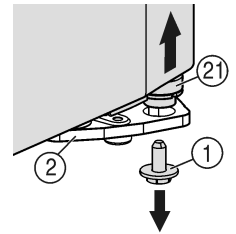
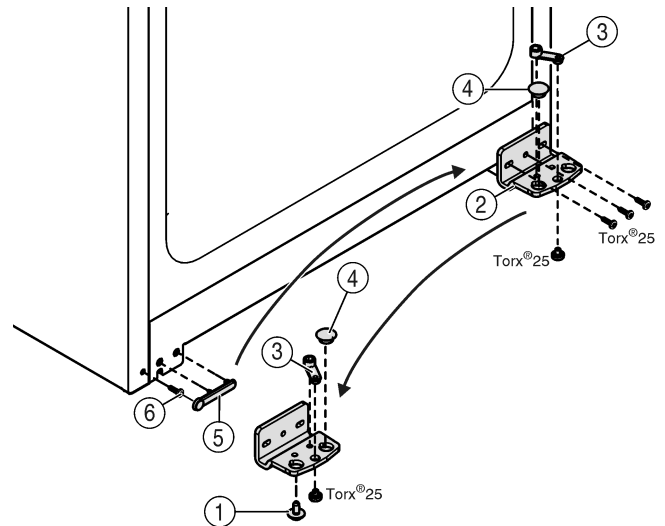

Fig. 5
Fig. 6
- ▶ Skru sikringskruen *Fig. 5 (1)* ud nede til højre ved lejekonsollen.
- ▶ Lejebolten *Fig. 5 (21)* løsner sig fra lejebukken *Fig. 6 (2)*.
- ▶ Hvis lejebolten *Fig. 5 (21)* ikke løsner sig, trykkes den ud nedefra.
- ▶ Lejekonsollen *Fig. 6 (2)* skrues af.
- ▶ Lejedelen *Fig. 6 (3)* skrues af og sættes i det overfor liggende hul i lejekonsollen, skru så fast igen.
- ▶ Tag proppen *Fig. 6 (4)* ud af lejekonsollen og flyt den over til hullet i lejekonsollen på den modsatte side.
- ▶ Løft forsigtigt afdækningen *Fig. 6 (5)* på håndtagssiden.
- ▶ Drej skruen *Fig. 6 (6)* ud og sæt den i igen på den modsatte side.
- ▶ Sæt afdækningen *Fig. 6 (5)* på igen.
- ▶ Lejekonsollen *Fig. 6 (2)* skrues fast igen på den nye hængselside om nødvendigt ved hjælp af en akkuskrue-trækker (med 4 Nm).
- ▶ Drej sikringsskruen Fig. 5 (1) ind i lejebolten forned og spænd den fast (med 4 Nm).